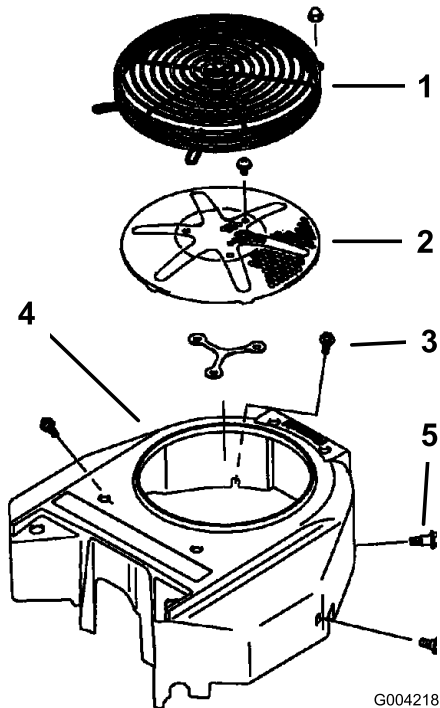

Figure 77
3. Déposez la grille d'entrée d'air, le lanceur et le carter du ventilateur (Figure 77).
5. Remettez la grille d'entrée d'air, le lanceur et le carter du ventilateur (Figure 77).